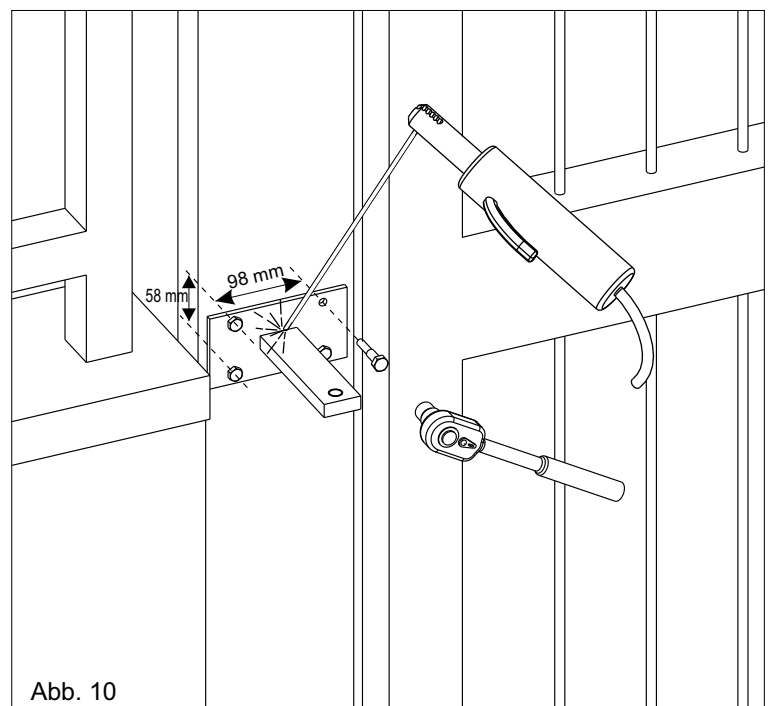
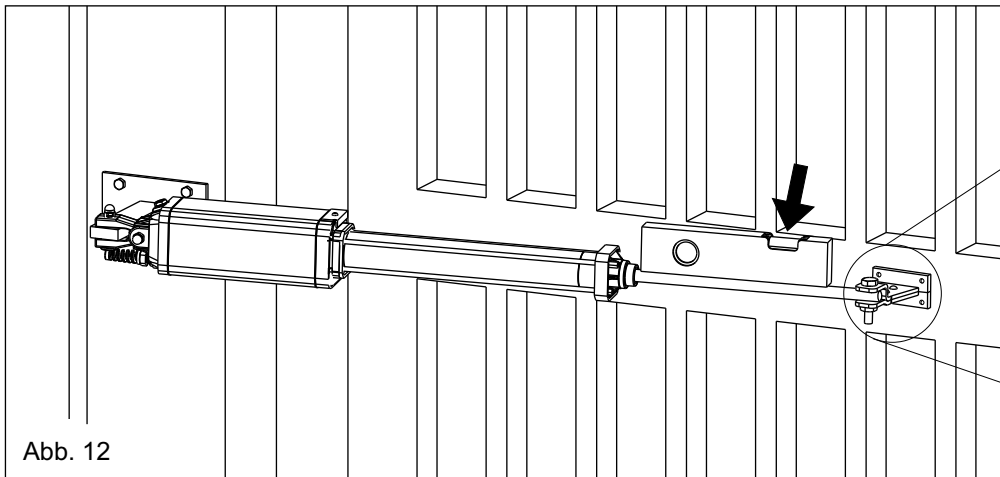

Abb. 10
Abb. 12
Je nach ausgewählter Öffnungsrichtung (Innen oder Aussen) und je nach ausgewählter max. Flügelrotation (siehe Seite 49), muss der Bügel entsprechend Mass "a" auf Seite 49 zuvor gekürzt und danach wie in Abbildung 10 festgeschweisst werden.
Die Stütze muss so angebracht werden, dass sich der Antrieb in komplett horizontaler Position befindet (Abb.10, Abb.12).
- 4) Den Antrieb so positionieren dass er sich in komplett horizontaler Position befindet, dann die Position der Vorderbefestigung markieren (Abb. 12)